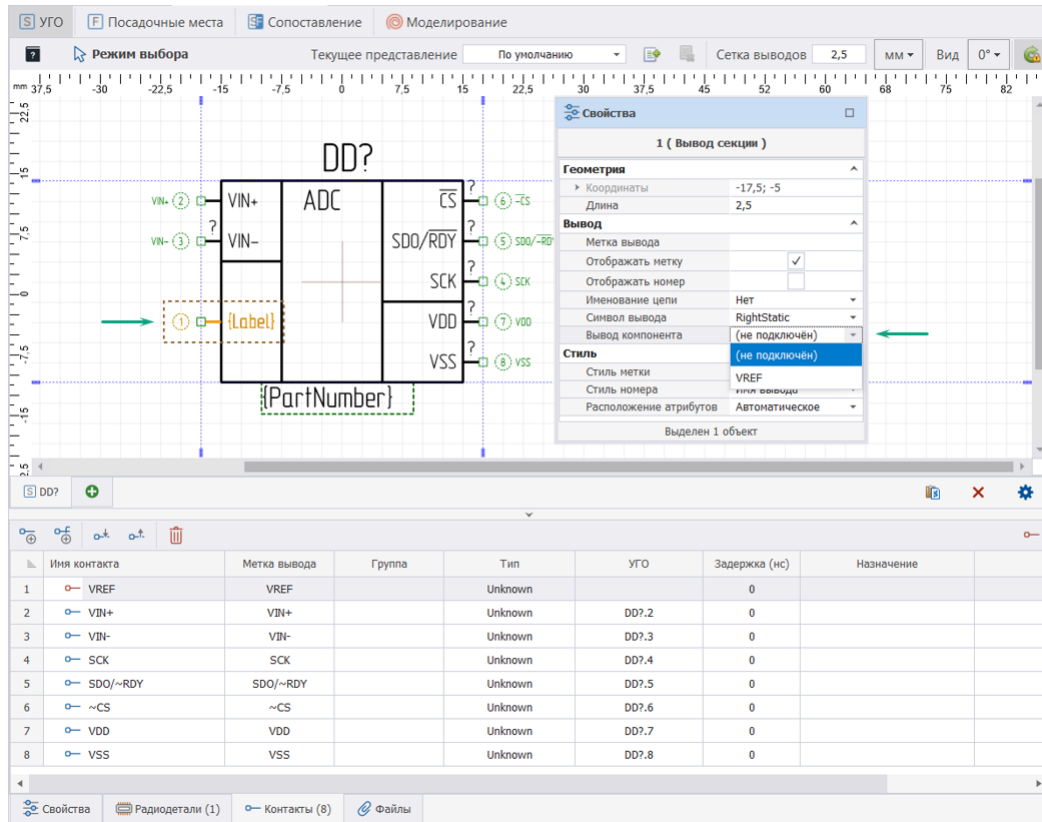

Рис. 271 Сопоставление вывода через панель «Свойства»
- В выпадающем списке «Свойства» → «Вывод» → «Вывод компонента» выбрать контакт для сопоставления, см. Рис. 271.